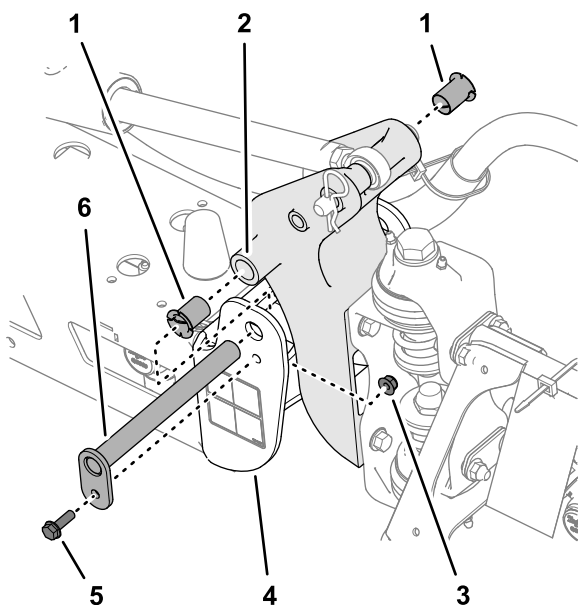

Figure 108
3. Retirez le boulon et l'écrou qui fixent l'axe de pivot, et déposez celui-ci (Figure 108).
5. Déposez et examinez les bagues en nylon à l'avant et à l'arrière du support de pivot (Figure 108).
6. Lubrifiez les bagues en nylon avec un peu d'huile et posez-les dans le support de pivot (Figure 108).
7. Alignez les trous du support de pivot et les trous du profilé d'extrémité (Figure 108).